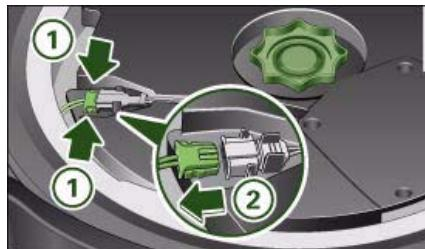

Fig. 224 Hueco para la rueda de repuesto:
- Comprima las pestañas ⇒ fig. 224 ① del conector.
- Extraiga el conector ② y deposite el cable extraído a un lado.